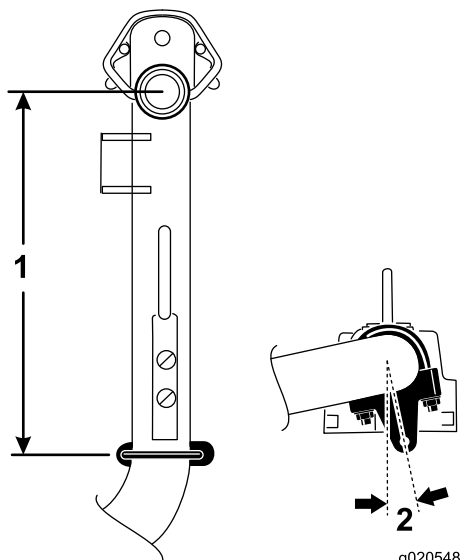

図 7
5. 昇降アーム6番、7番で、ブラケットとUボルトを、ピボットナックルのセンターラインから後ろに36.8cm さがった位置にセットする 図 7。